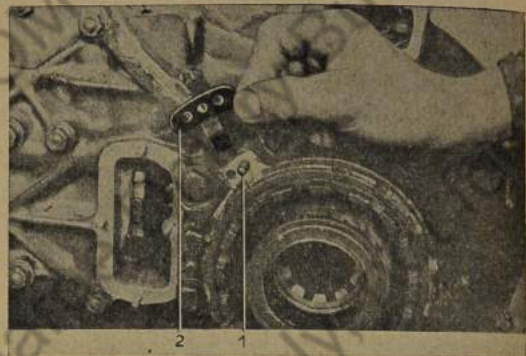

Bild 430: Seitliche Einstellbuchsen sichern
**Beachte:** Die Sicherungen für die seitlichen Einstellbuchsen sichern gleichzeitig Einstellbuchse und Gegenmutter (Bild 430).